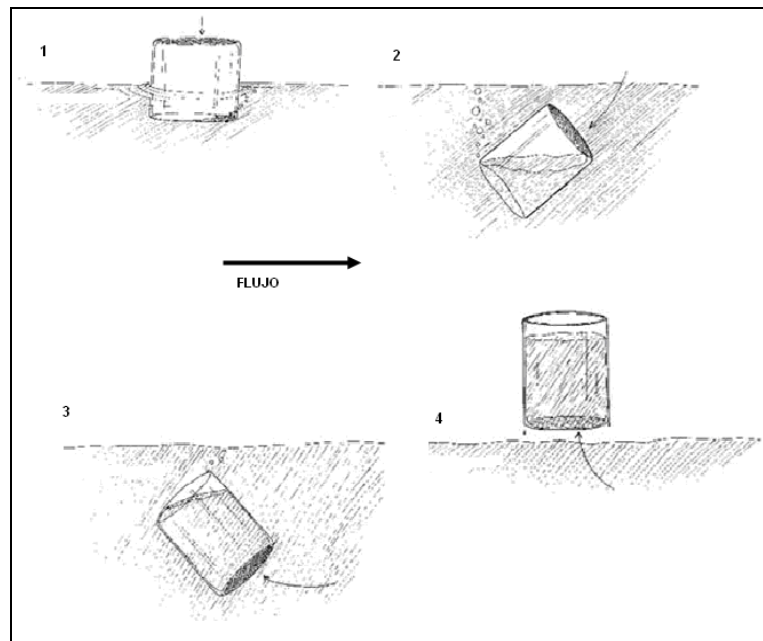

Figura 3. Colecta de muestra.
6. Voltee la botella bajo el agua hacia la corriente, manteniéndolo alejado de usted; deje que el agua fluya dentro del frasco durante 30 segundos. Con movimiento lento, empuje la botella hacia la superficie (Figura 3).
pH es un término utilizado para indicar la alcalinidad o acidez de una sustancia clasificado en una escala de 0 a 14. Un pH de 7 es neutro. Valores menores de 7 son ácidos y aquellos mayores de 7 son básicos. La figura 3 presenta el pH de algunos líquidos comunes. El pH es importante para la evaluación de la calidad del agua, ya que influye en diversos procesos biológicos y químicos dentro de los cuerpos de agua y durante el aprovechamiento y tratamiento del líquido. Además condiciona la presencia de ciertos organismos acuáticos, por su sensibilidad a los valores extremos de pH. En la mayoría de las aguas naturales el pH va de 6.0 a 8.5, aunque valores más bajos pueden aparecer en aguas con altos contenidos de materia orgánica disuelta, mientras que valores más altos ocurren en aguas subterráneas con altos niveles de salinidad y en lagos salados.